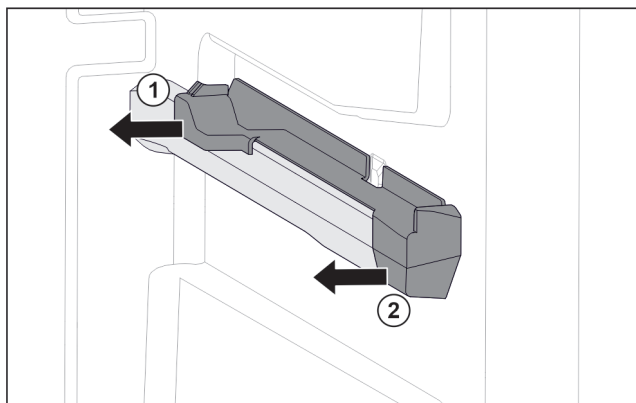

Fig. 50 Élément emboîtable sur la nervure de récipient droite
- ▶ Le retirer sur le côté par l'arrière. Fig. 50 (1)
- ▶ Le retirer sur le côté par l'avant. Fig. 50 (2)